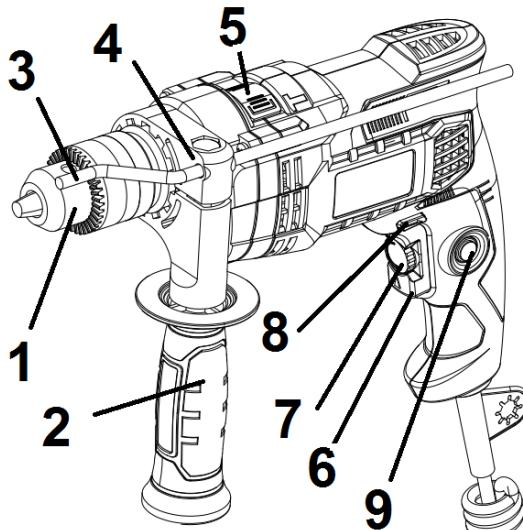

Рисунок 1
4.2 Виберіть необхідний режим роботи виробу за допомогою перемикача (5) (див. рисунок 1). Перемикання режимів роботи виробу здійснюється переведенням перемикача (5) (див. рис.1) з одного крайнього положення в інше в бік відповідного символу режиму роботи:
- ударно-обертальний режим - перемикач (5) повинен бути переведеним до упору у бік символу ;
- обертальний режим - перемикач (5) повинен бути переведеним до упору у бік символу .